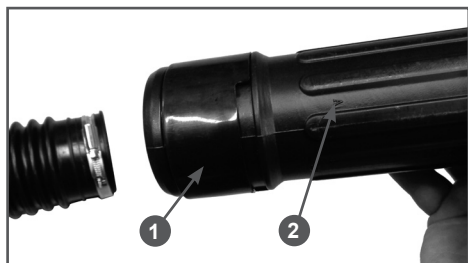

Рис. 3 Труба напорная «А»
3. Возьмите в руки трубу напорную «А» и убедитесь, что пластиковая втулка (1) установлена (Рис. 3).
8. Втулка трубы напорной «А» (Рис. 3 п. 1) имеет конструкцию, позволяющую в процессе работы для удобства пользователя изменять поперечный угол наклона напорной трубы. Установите рукоятку управления на трубе напорной «А» так, чтобы была возможность наклона рукоятки управления на одинаковый угол в обе стороны.